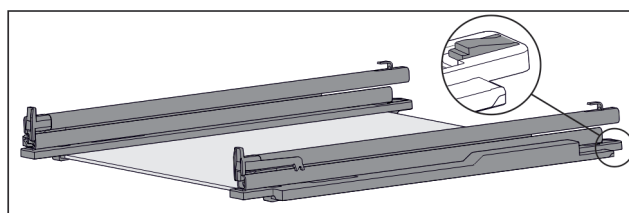

Fig. 133 Staklena ploča s vodilicama i pridržnim dijelovima
- Pridržni dio straga pritisnite prema dolje (pogledajte Fig. 133) u i istovremeno gurnite vodilicu prema otpraga.